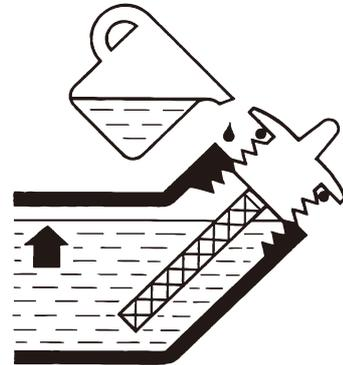

Figure 4: Niveau correct d'huile moteur
4. Ne remplissez pas trop, si le niveau d'huile est trop élevé, l'huile s'écoulera par le bouchon de remplissage. Voir le niveau d'huile correct dans la figure 4.
- Le moteur est rempli d'huile moteur (voir Figure 4: Niveau d'huile moteur correct à la page 12).